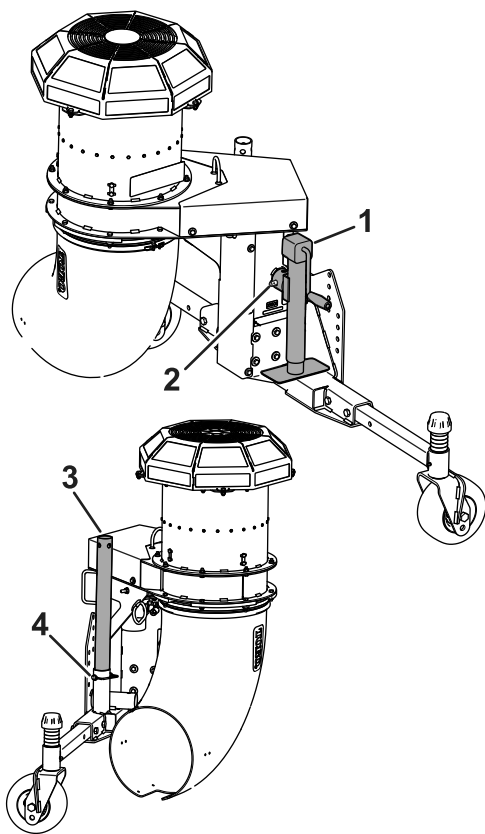

図 6
7. ジャッキスタンドのチューブを保管チューブに固定しているスナップピンを外す 図 6。保管位置からジャッキアセンブリを外す。